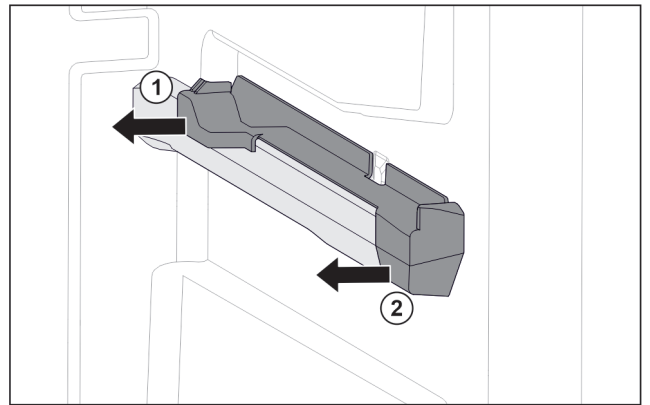

Fig. 73 Вставна частина на правому ребрі для резервуару
- ▶ Відсунути вставну частину назад вбік. Fig. 73 (1)
- ▶ Відсунути вставну частину вперед вбік. Fig. 73 (2)